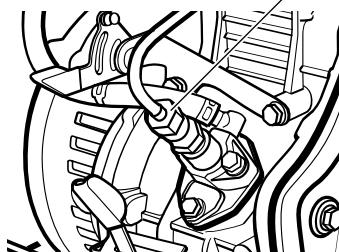

Рис. 5
- отверните на 1 – 1,5 оборота гайку топливного насоса (рис. 5);